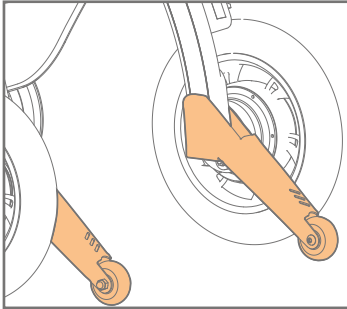

Abbildung 31: Verwenden der Ankipphilfe.
- b. Drücken Sie die linke oder rechte Ankipphilfe (**Abbildung 31**) mit dem linken oder rechten Fuß nach unten, während Sie den Rollz Motion Electric mit den Händen zu sich ziehen. Auf diese Weise heben die Vorderräder vom Boden ab. Schieben Sie nun den Rollz Motion Electric nach vorne, bis Sie mit den Vorderrädern deutlich auf dem Bordstein